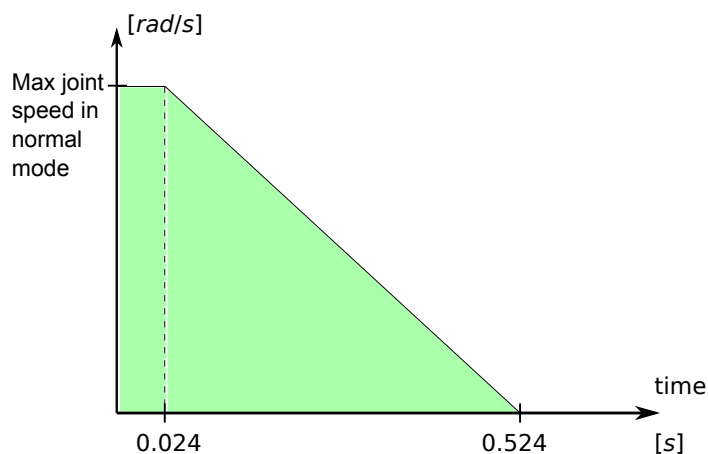

图 2.2: 斜坡下面的绿色区域即制动过程中允许的关节速度。在 0 点处, 安全处理器检测到一个事件 (紧急停止或防护停止)。减速从 24 ms 后开始。
- 安全系统监控是否在 24 ms 内启动制动，参阅图 2.2。